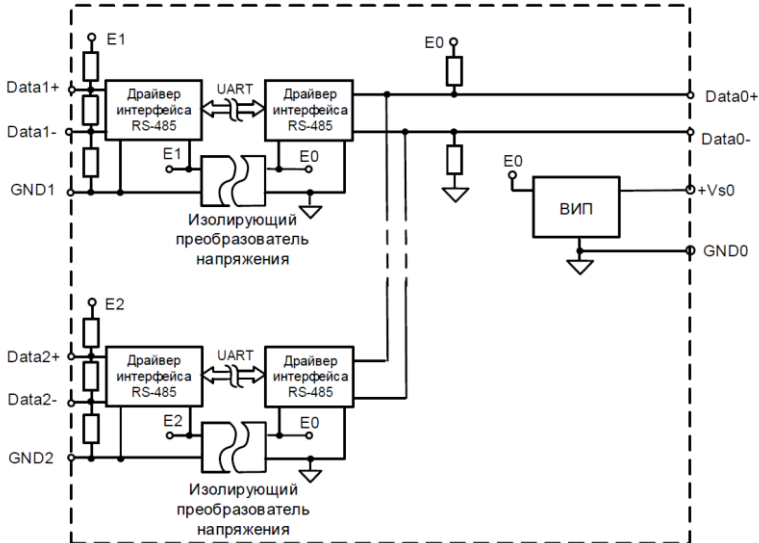

Рис. 3.1 Структурная схема модуля NLS-485CC-Ex взрывобезопасного исполнения
- содержит на линиях разветвления RS-485 (Data1 и Data2) встроенный резистор для согласования выходного сопротивления с кабелем с волновым сопротивлением 120 Ом (подключается переключателями SA1 и SA2 на плате) и резисторы смещения для устранения состояния неопределенности линии передачи (рис. 3.1);
Модуль NLS-485CC-Ex (рис. 3.1) содержит вторичный импульсный источник питания (ВИП), позволяющий преобразовывать напряжение питания в диапазоне от 10 до 30 В в напряжение +5 В. Интерфейс RS-485 выполнен на микросхеме фирмы Maxim Integrated Products (приемопередатчик RS-485), удовлетворяющей стандарту EIA и имеющей защиту от электростатических зарядов, от выбросов на линии связи, от короткого замыкания и от перенапряжения.